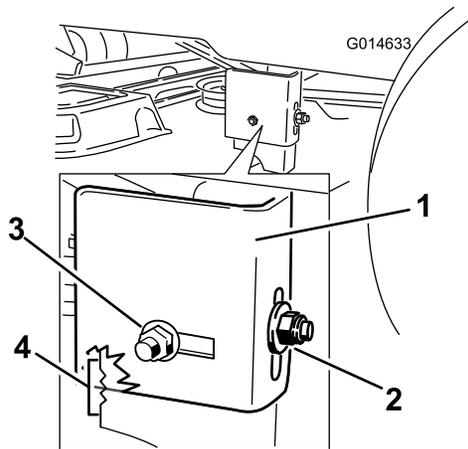
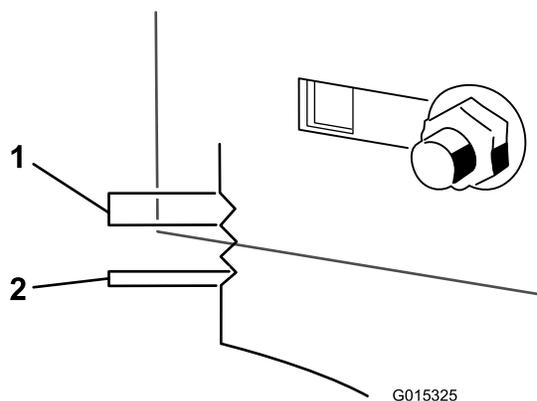

Figura 51
Figura 52
- Solte a porca de bloqueio traseira no suporte de suspensão (Figura 51).
- Solte a porca de bloqueio lateral no suporte de suspensão o suficiente para o suporte ser ajustado (Figura 51). Utilize os entalhes no suporte soldado para medir a quantidade de ajuste. Cada superfície de entalhe é equivalente a 0,25 polegadas, enquanto que um só lado tem 0,125 polegadas (Figura 52). Ajuste a altura da plataforma de corte para a altura desejada.
- Pare a plataforma na posição ajustada e aperte a porca de bloqueio lateral no suporte de suspensão para manter a nova posição (Figura 51). Aperte a porca de bloqueio traseira ao suporte de suspensão.